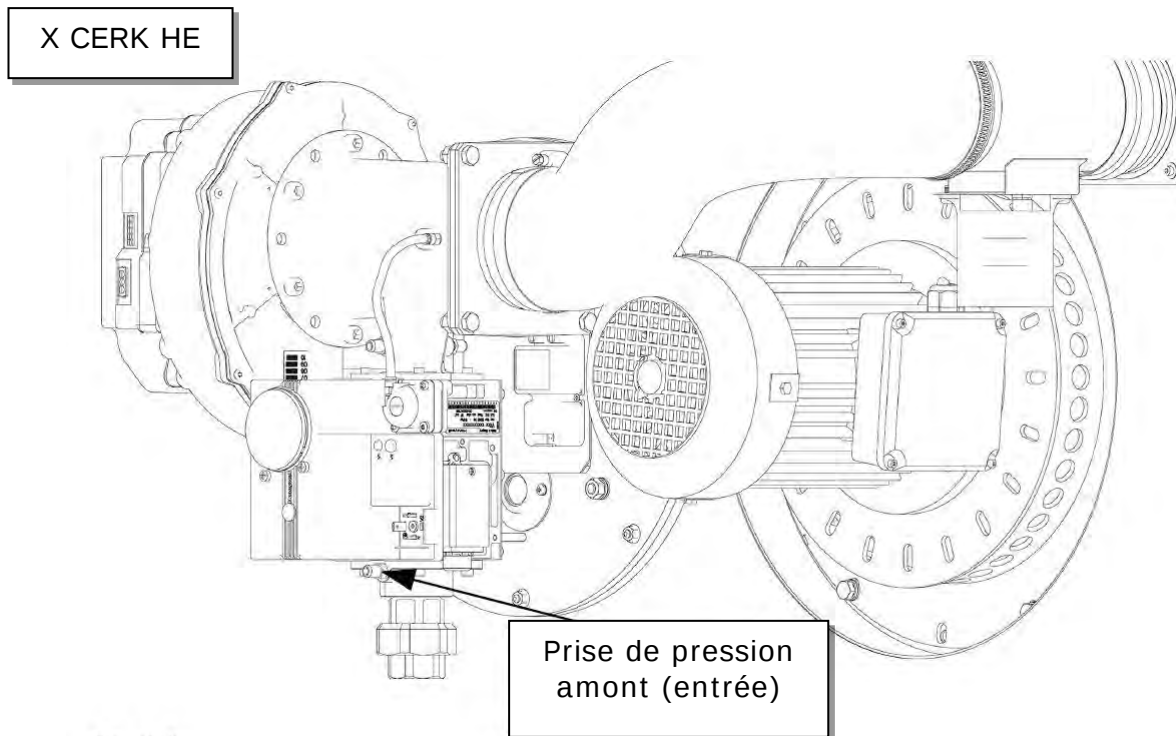

Fig. 6.2
- 7) Vérifier la présence de gaz en faisant une mesure statique, brûleur éteint, à l'entrée de l'électrovanne gaz (Fig.6.2 pour modèle HE et Fig 6.3 pour modèle HE JR).